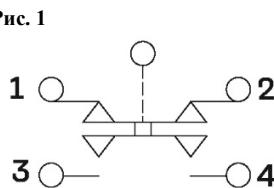

Рис. 1
3.3 Схема работы контактов выключателя (рисунок 1)